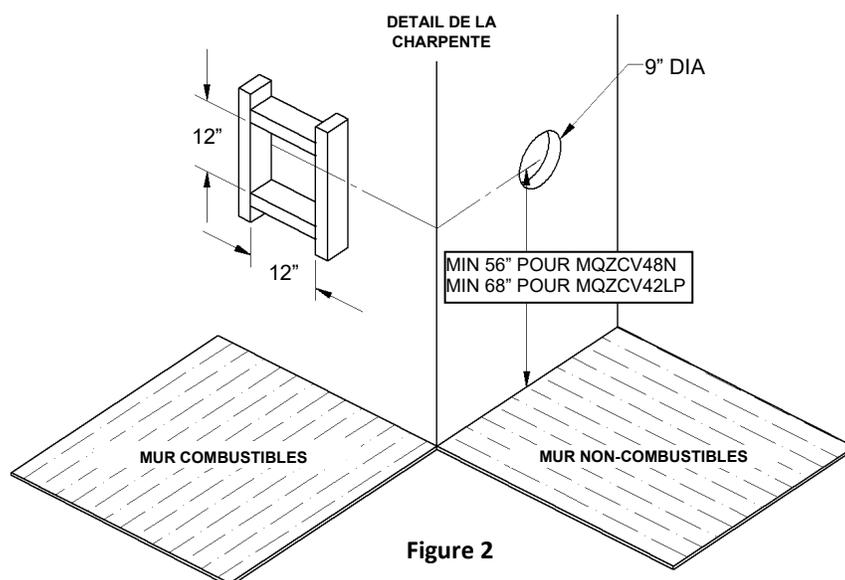

Figure 2
1. Pour déterminer la distance minimale entre le plancher du foyer et le centre de l'évent voir la page **Comment encastrer votre foyer**. Percez le mur en prévoyant un espace pour un manchon de 12po px12po (diamètre intérieur) pour les murs combustibles et un manchon de 9po de diamètre pour les murs non combustibles. (voir figure 2)
La longueur maximale est de 20p /6.1m lorsque la longueur verticale est de 7pi/2.1m (figure 2) N.B. : Pour chaque 12po de conduit horizontal il doit y avoir 1/4po de conduit vertical.